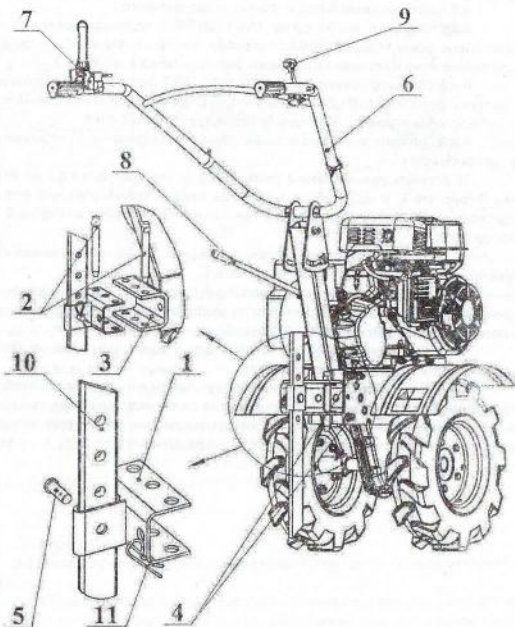

Рисунок 8 – Мотоблок. Вид справа сзади
4.5 Установите ограничитель 10 (рисунок 8) на нужную глубину обработки почвы и закрепите ось 5 и шплинтом 11.